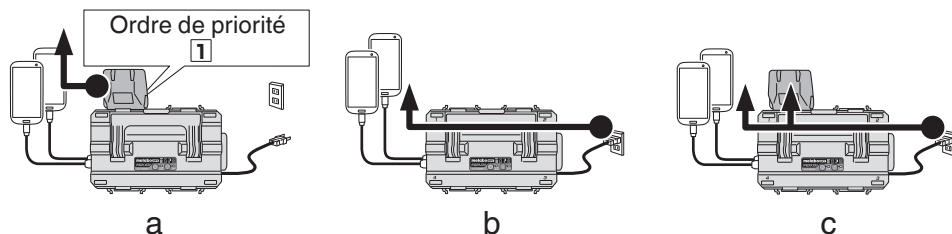

Fig. 5
- Chargement d'un périphérique USB à l'aide d'une batterie (Fig. 5-a)
- Charger un dispositif USB à partir d'une prise électrique (Fig. 5-b)
- Charger un dispositif USB et une batterie à partir d'une prise électrique (Fig. 5-c)